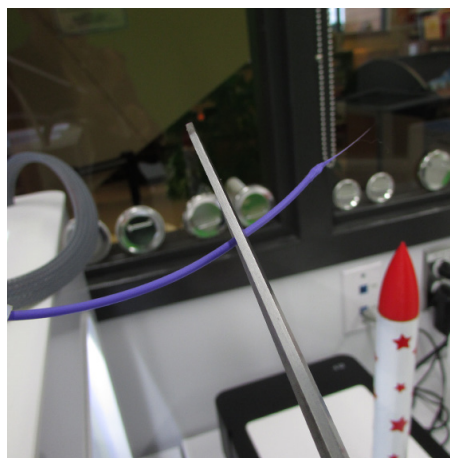

Fig. 5
6. Couper l'extrémité fondue du filament à l'aide des ciseaux (Fig. 5);